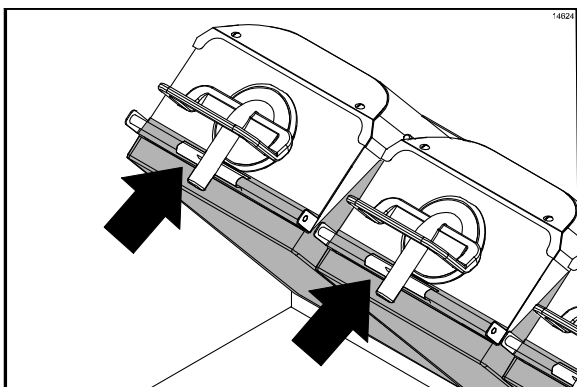

Abbildung 68
40. Die oberen Trennfolienblätter wieder anbringen. Die Trennfolien mit den Trennfolienklammern und Stäben befestigen. (Siehe Abbildung 68.)